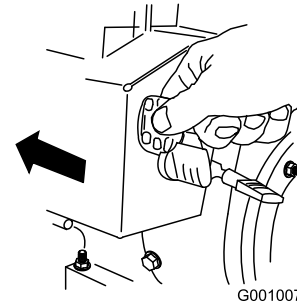

Figure 25
5. Insérez la clé de contact dans le commutateur d'allumage (Figure 25).